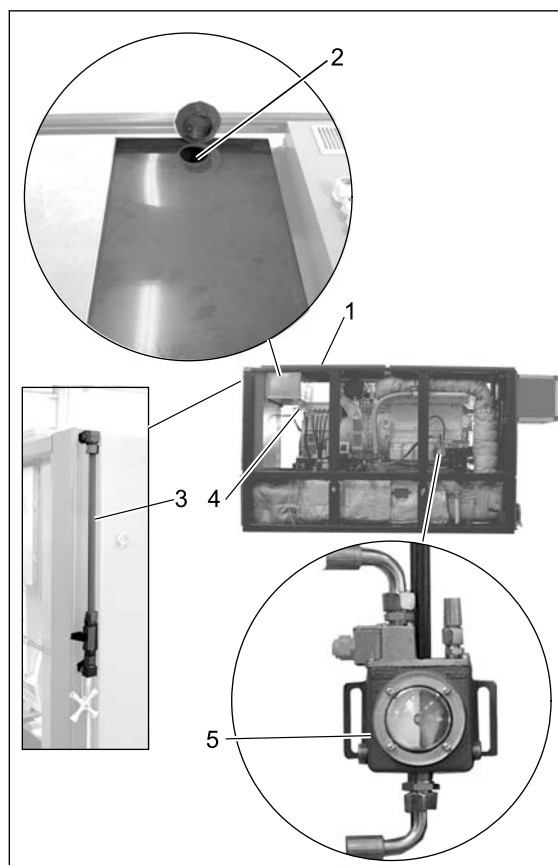

Рис. 5 Дополнительный бак для свежего масла и автоматические устройства системы смазки
- Снять звукоизолирующую обшивку спереди сверху (Рис. 5, поз. 1).
- Залить моторное смазочное масло из резерва через заливной патрубок на дополнительном баке для свежего масла (Рис. 5, поз. 2).
- Кран для дозаправки на масляном баке в положении "ОТКР" (Рис. 5, поз. 4)